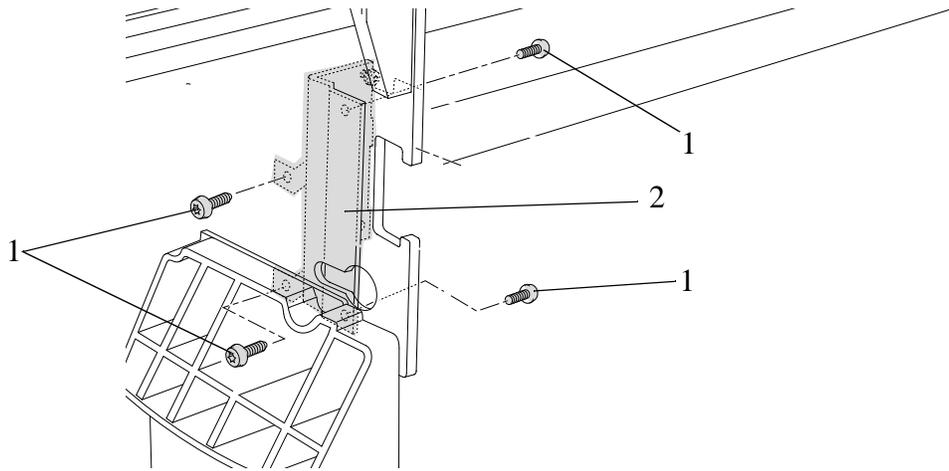

Figura 73: “Electronics Module Mount” del lado Derecho
4. Quite los cuatro tornillos T-15 (ítem 1) que sujetan el “electronics module mount” del lado derecho (ítem 2) al lado derecho del “chassis” (consulte la Figura 73).